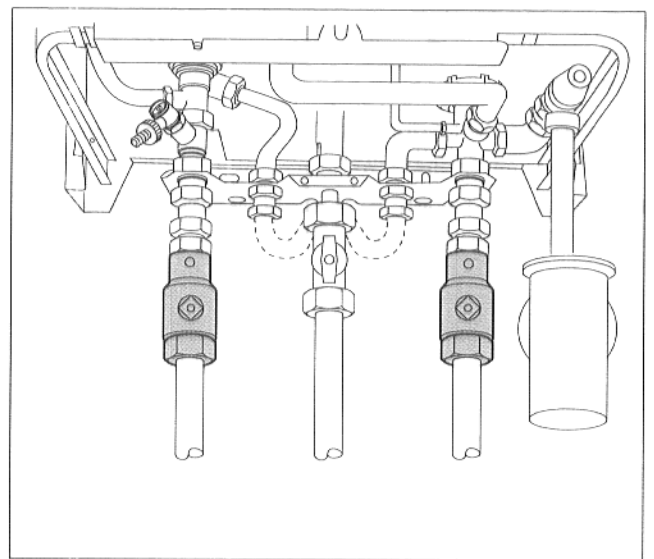

Abb. 10 Wartungshähne
- Wartungshähne an Vor- und Rücklaufanschluß öffnen (Abb. 10).